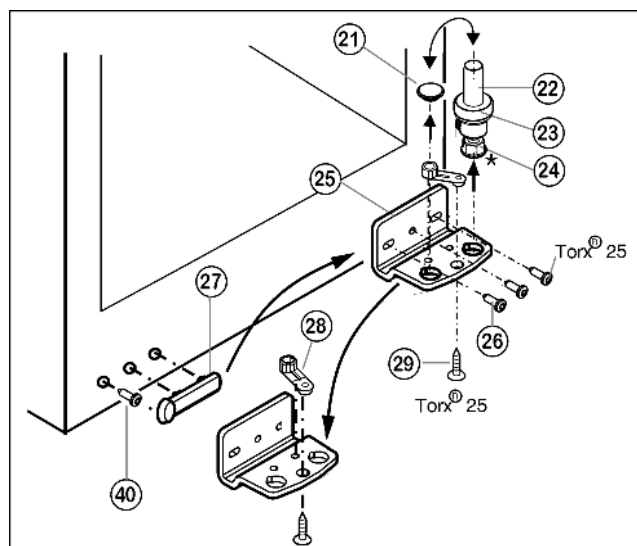

Fig. 5
- ▶ Lagerbout Fig. 5 (22) compleet met schijfje Fig. 5 (23) en stelpootje* Fig. 5 (24) naar boven eruit trekken.
- ▶ Stop Fig. 5 (21) eraf halen.
- ▶ Lagerbus Fig. 5 (25) losschroeven Fig. 5 (26).
- ▶ Lagerdeel Fig. 5 (28) losschroeven Fig. 5 (29) en in het tegenoverliggende opnamegat van de lagerbus omzetten en weer vastschroeven.
- ▶ Afdekking aan de greepzijde Fig. 5 (27) voorzichtig verwijderen, schroef Fig. 5 (40) uitdraaien en beide aan de andere kant weer aanbrengen.
- ▶ Lagerbus Fig. 5 (25) aan de nieuwe scharnierzijde evt. met behulp van een accuschroevendraaier weer **goed (met 4 Nm)** vastschroeven.
- ▶ Stop Fig. 5 (21) weer in het andere gat plaatsen.
- ▶ Lagerbout Fig. 5 (22) compleet met schijfje en stelpootje* weer aanbrengen. Er daarbij op letten, dat de sluitnok naar achter wijst.
- ▶ Til de stop (33) uit de deurlagerbus en plaats hem om.
- ▶ Deurgreep (32), stoppen (33) en drukplaatjes* (34) verwijderen en aan de andere kant aanbrengen.
- ▶ Plaats de deur van boven op de lagerbout beneden Fig. 5 (22).
- ▶ Plaats de bovenste lagerbus (12) aan de nieuwe scharnierkant in de deur.
- ▶ Bovenste lagerbus (12) **goed (met 4 Nm)** vastschroeven (2 maal Torx® 25) (13). Steek de schroefgaten indien nodig voor of gebruik de accuschroevendraaier.
- ▶ Afdekking (10) en afdekking (11) elk op de tegenoverliggende zijde vastklikken.
- ▶ De deur eventueel via de beide langsgaten in de lagerbus onder Fig. 5 (25) ten opzichte van de kast uitlijnen. Daartoe middelste schroef uitdraaien.